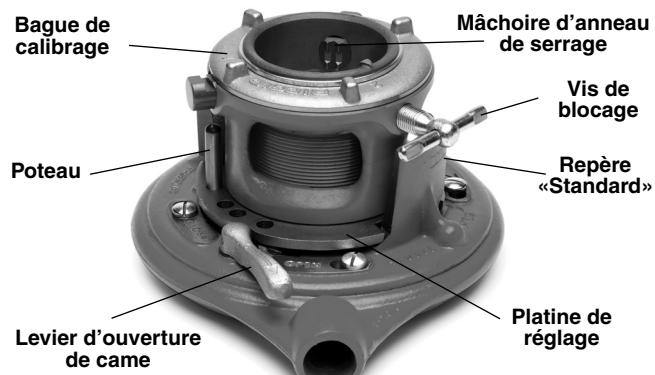
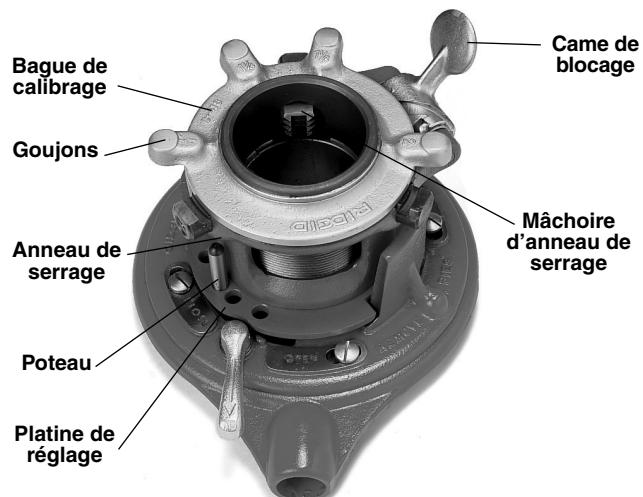

Figure 1 – Fileteuse 65R-C
Figure 2 – Fileteuse 65R-TC
1. Positionnez la fileteuse avec son anneau de serrage vers le haut (Figures 1 et 2), puis dévissez l'anneau de serrage en le tournant à gauche jusqu'à ce que la platine de réglage se désengage du poteau.
65R-C : Tournez la bague de calibrage jusqu'à ce que le repère de section approprié s'aligne sur le repère en tête de l'anneau de serrage (*Figure 1*).
65R-TC : Tournez la bague de calibrage jusqu'à ce que le repère de section approprié s'aligne sur la came de blocage (*Figure 2*).
7. Serrez la vis de blocage (*Figure 1*) ou la came de blocage (*Figure 2*) afin d'arrimer le tuyau.